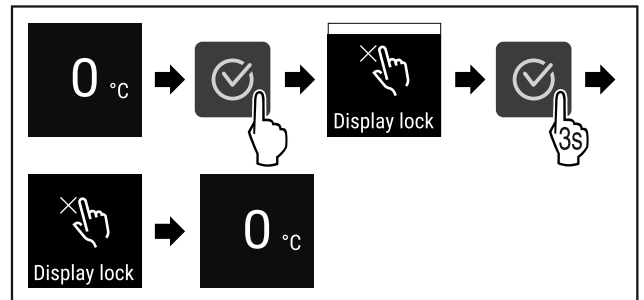

Fig. 67
- Følg anvisningene (se Fig. 67) .